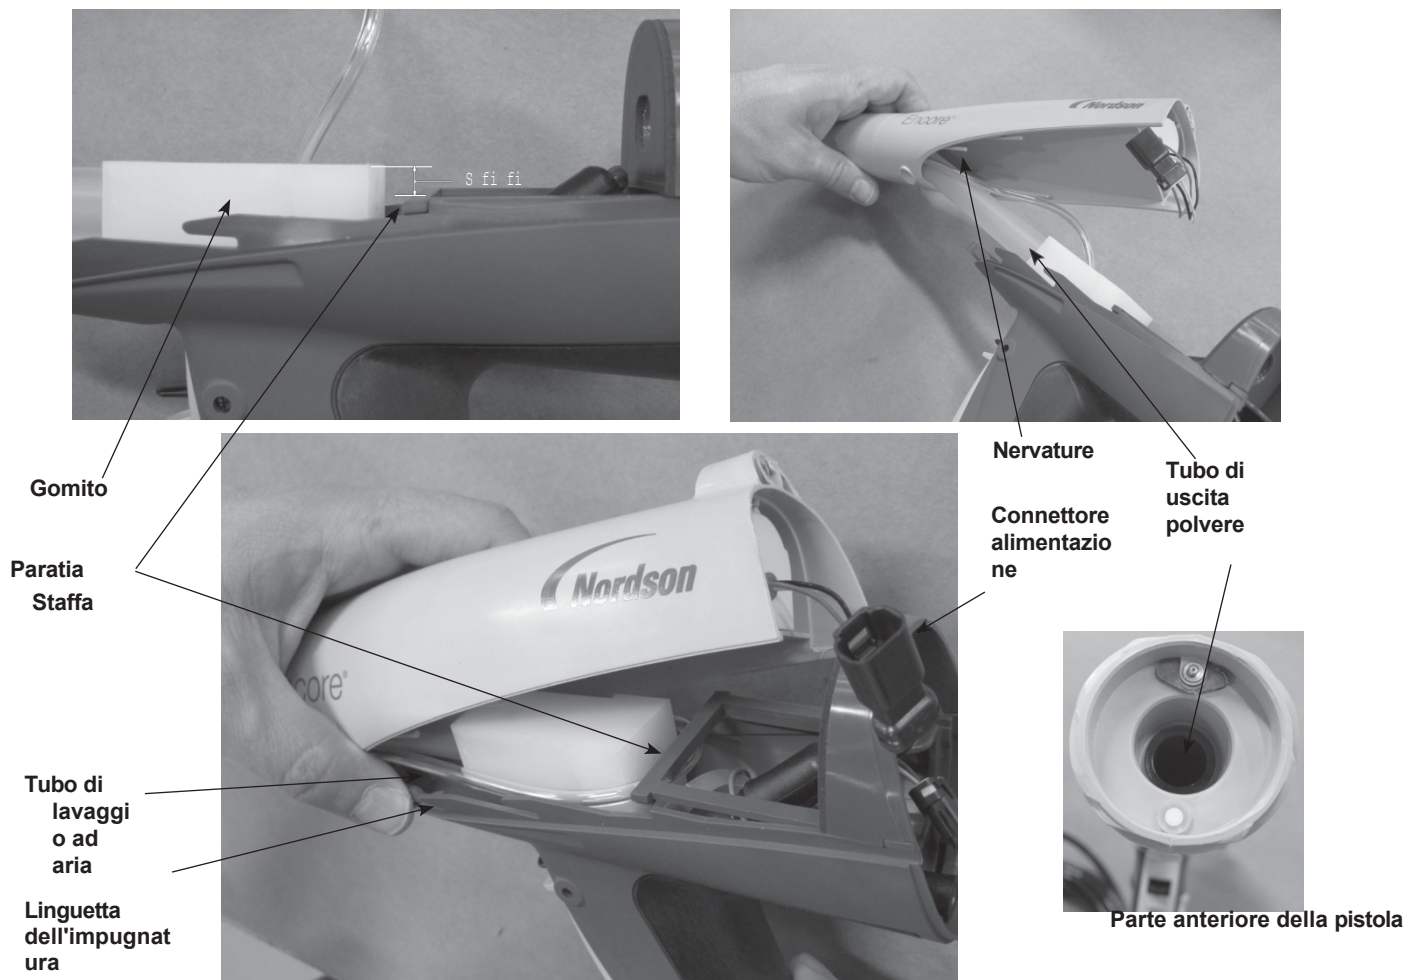

Figura 6-5 Installazione dell' i il corpo della pistola sull'impugnatura
2. Vedere la Figura 6-5. Inserire l'estremità del tubo di uscita nel corpo della pistola, far passare il connettore di alimentazione attraverso il foro superiore nella paratia e avvolgere il tubo di lavaggio dell'aria attorno al gomito come mostrato.